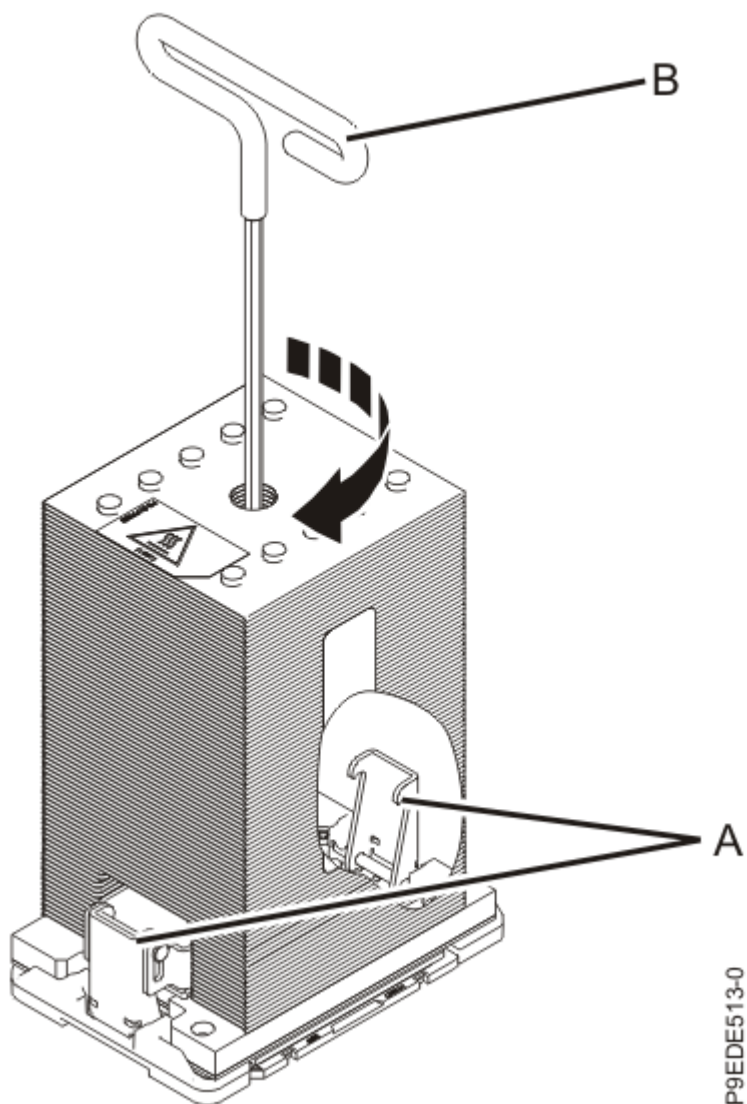

Figura 21. Cómo apretar el tornillo de carga del centro en el disipador térmico
- a) Asegúrese de que los brazos de carga del disipador térmico estén encajados, como se muestra en **(A)** en la Figura 21 en la página 24.
- b) Apriete el tornillo de carga del centro en el sentido de las agujas del reloj utilizando la llave hexagonal proporcionada como se muestra en **(B)** en la Figura 21 en la página 24 hasta llegar al tope. Si el disipador térmico se mueve considerablemente, es porque los brazos de carga no están bien encajados. Desatornille el tornillo de carga del centro y repita de nuevo este paso.